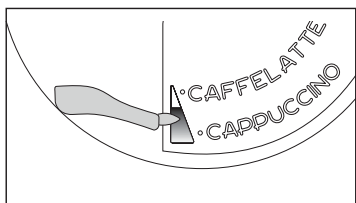

Рис. 41
- ▶ Поместите регулятор вспенивания (C1) между надписями «CAPPUCCINO» и «CAFFELATTE» на крышке колбы для молока. Количество пены можно изменить, двигая регулятор по направлению к надписи «CAFFELATTE» для получения более плотной пены. Перемещение регулятора на направление к надписи «CAPPUCCINO» обеспечивает менее плотную пену (рис. 41).